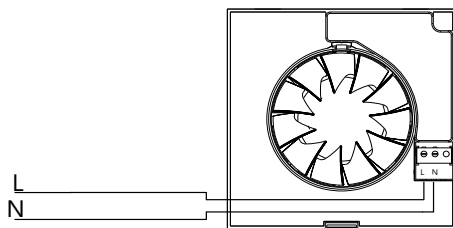

Fig.9
**Caso 1:** Funcionamiento automático (fig.9): el aparato se pone en marcha automáticamente cuando el nivel de humedad en el local es superior al valor ajustado. Se para cuando el nivel de humedad vuelve por debajo del valor ajustado y después del tiempo fijado por el temporizador.